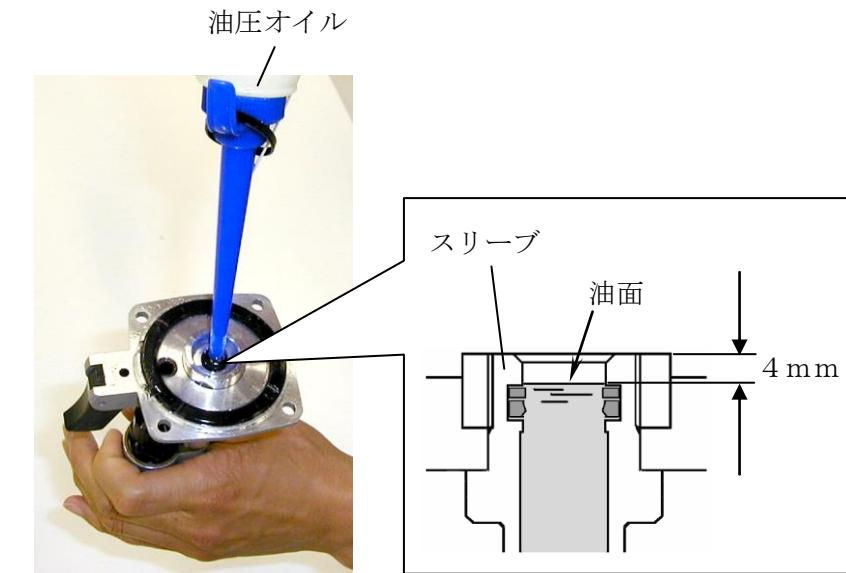

図 7-7
(5) スリープ（エアピストンアセンブリの入っていた穴）に油圧オイル（表 5-1）を注入してください。油面が口元から約 4 mm の位置になるまで注入してください。（図 7-7）